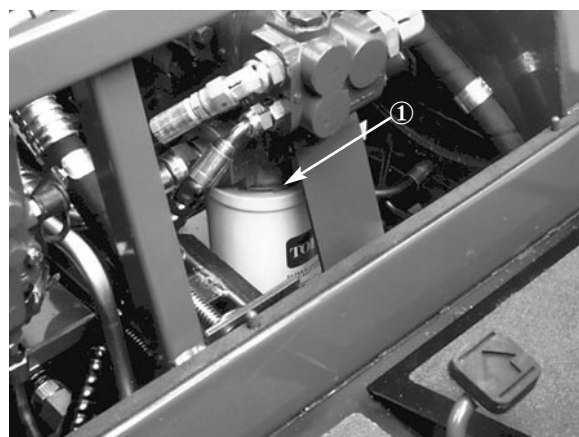

Fig. 35
2. Gjør rent rundt filteret (fig. 35). Sett en beholder under filteret og og ta det av.